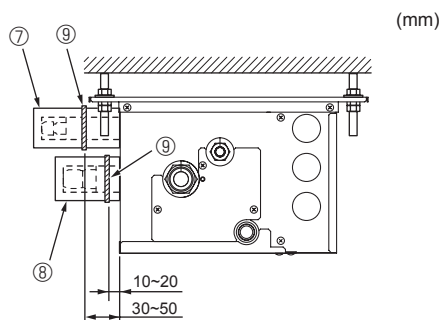

Fig. 7-5
- ⓕ Rem ⑩
- ⓐ Rørafdækninger ③ ④ ⑤ ⑥
► Brug følgende fremgangsmåder til de dele af forgreningsdåsen, som ikke er forbundet til en indendørsenhed. (Fig. 7-5)
- (1) Kontrollér, at de koniske møtrikker er strammet i overensstemmelse med de i Tabel 3 angivne tilspændingsmomenter, så kølemiddellækager forhindres.
- (2) Monter rørafdækning ⑦ ⑧, og fastgør dem med de medfølgende remme ⑨, så kondensdannelse forhindres.